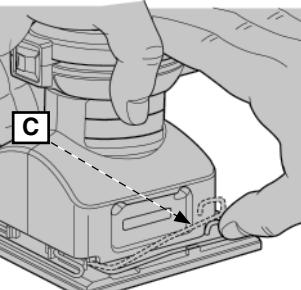

FIG. 4
SWITCH (FIG. 4)
To turn the unit on, depress the side of the dust protected switch (D) Fig. 4 that corresponds to the symbol "I". To turn the tool off, depress the side of the switch that corresponds to the symbol "O".
INTERRUPEUR (FIG. 4)
Pour actionner l'outil, appuyer sur l'extrémité «I» de l'interrupteur (D) Fig. 4 sous capsule le protégeant de la poussière. Pour l'arrêter, il faut appuyer sur l'extrémité «O».